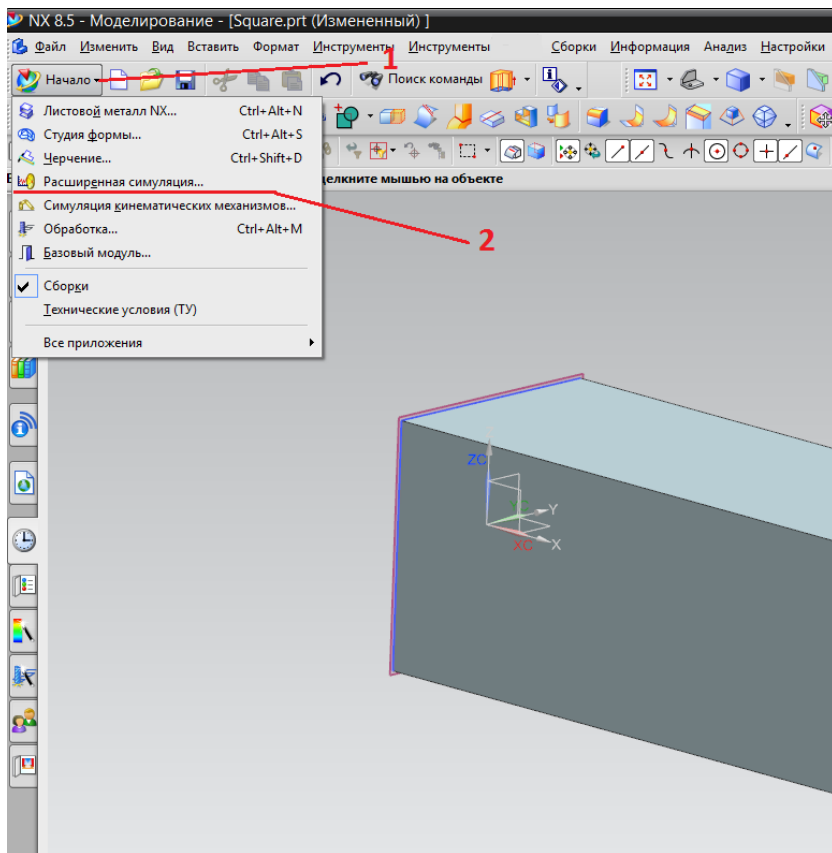

Рисунок 1. Окно выбора «Расширенная симуляция»
Для начала создания конечно-элементной модели для расчета необходимо перейти в раздел «Расширенная симуляция», для этого необходимо зайти в меню выбора приложений NX (1) и выбрать раздел «Расширенная симуляция» (2) (рисунок 1).